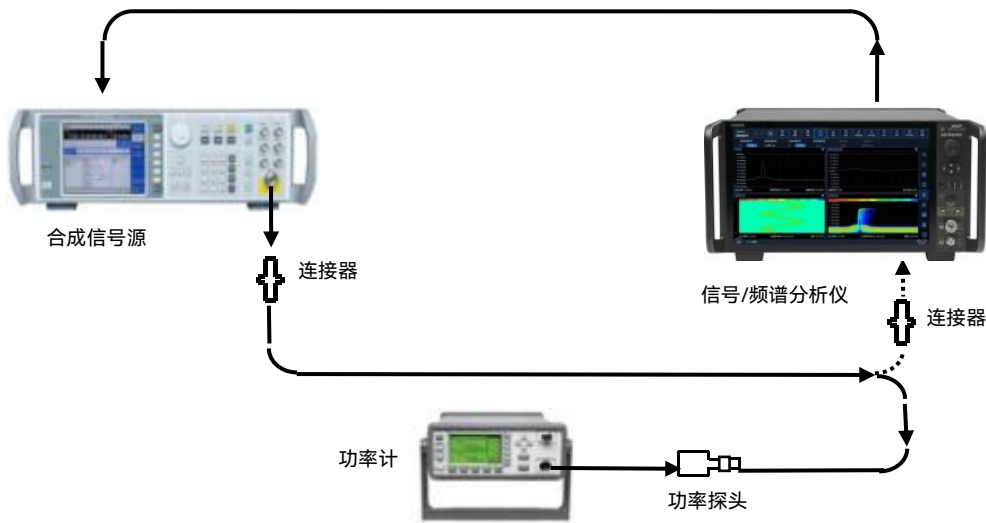

图 7.20 总体绝对幅度精度测试示意图
按照图 7.20 所示实线连接测试仪器, 信号发生器输出接功率计;
- 4) 按图 7.20 所示虚线位置改变测试连接关系, 将电缆通过转接器与 4082 射频输入 1 相连;
- 4) 按图 7.20 所示虚线位置改变测试连接关系, 将电缆通过转接器与 4082 射频输入 2 相连;